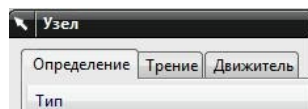

рис.2
•Описание каждой кинематической пары сопровождается своим диалоговым окном. Часто эти диалоговые окна имеют несколько закладок (рис.2). В первой части данного пособия, на примере *Вращательного шарнира* мы подробно разобрали все поля закладки *Определение*. Сейчас мы сосредоточимся на закладке *Движитель*.